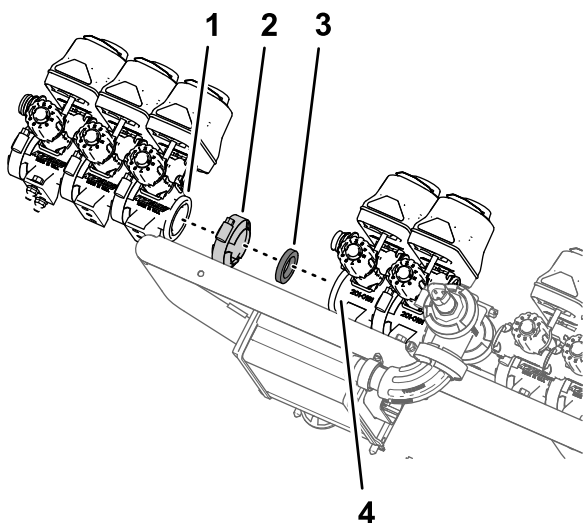

Figure 105
1. Montez les 3 vannes de section (Figure 105) que vous avez déposées à l'opération 8 de Dépose des vannes de section du support de collecteur (page 35) sur la bride de la vanne 7 du bloc de vannes de pulvérisation avec le collier bride et le joint que vous avez retirés à l'opération 4 de Dépose des vannes de section du support de collecteur (page 35).